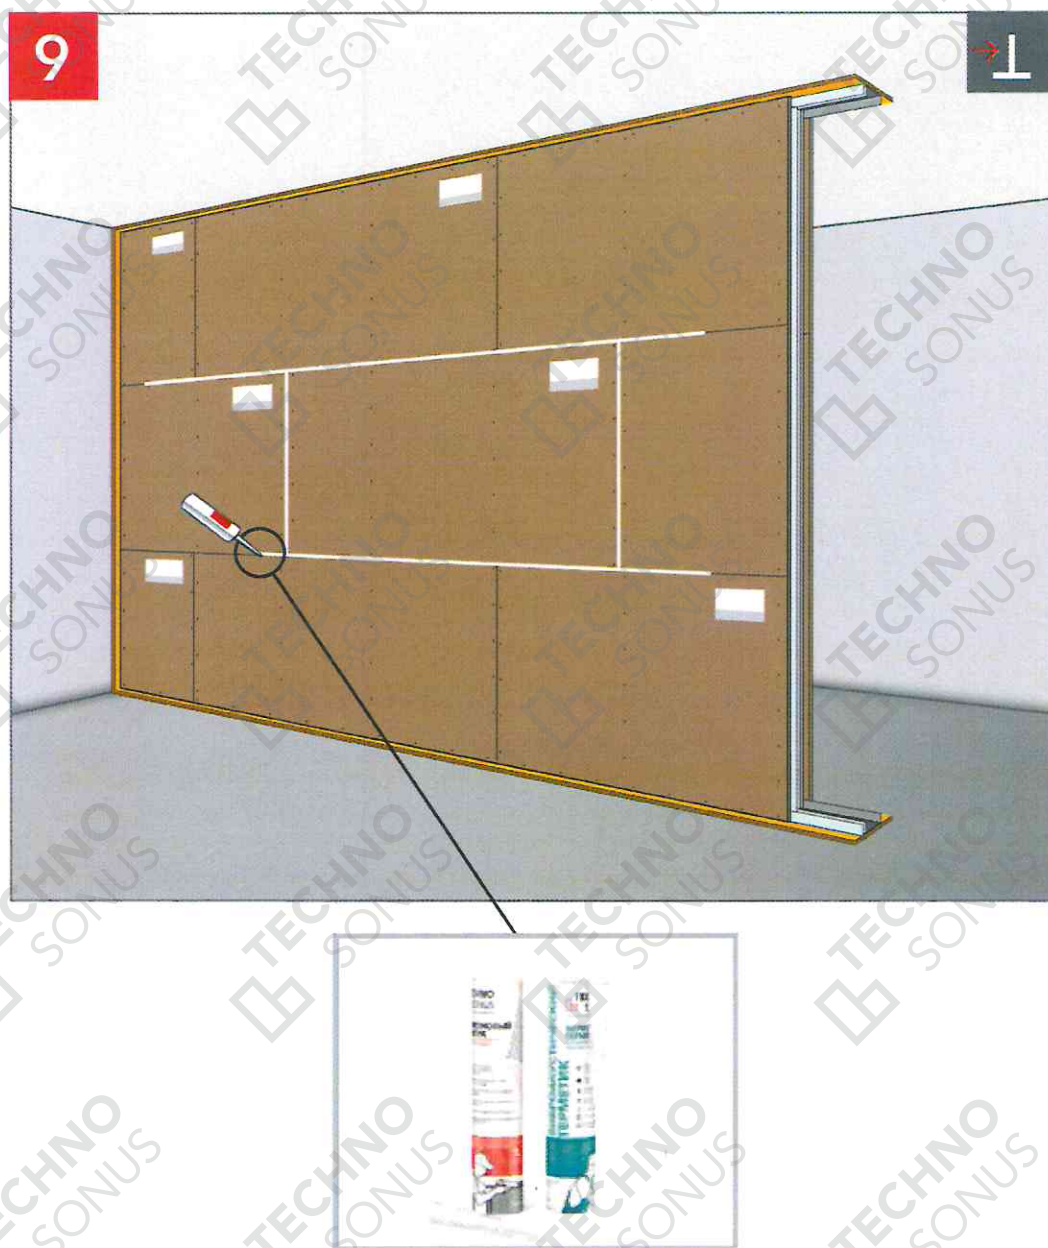

Рисунок 24 – Монтаж панелей Соноплат со второй стороны
6.9. Установить и закрепить финишный слой листов АкустикГипс ГКЛЗ с двух сторон. Важно соблюдать разбег между швами первого и второго слоя. Швы первого и второго слоя должны отстоять друг от друга минимум на 400 мм (возможно совпадение швов первого слоя со вторым из-за малого формата панелей). Шаг саморезов не более 25 см по вертикали (рисунок 24). Швы между листами не заполняются виброакустическим герметиком Сонетик. Для фиксации финишного (второго) слоя АкустикГипс ГКЛЗ применяются саморезы ТС-XTN F 3,9x41. Шляпка самореза не должна быть утоплена в слой гипса более чем на 1 мм. Саморезы должны отстоять от края торцевой кромки (горизонтальной) листов на расстоянии не менее 15 мм и продольной (вертикальной) кромки – не менее 10 мм.